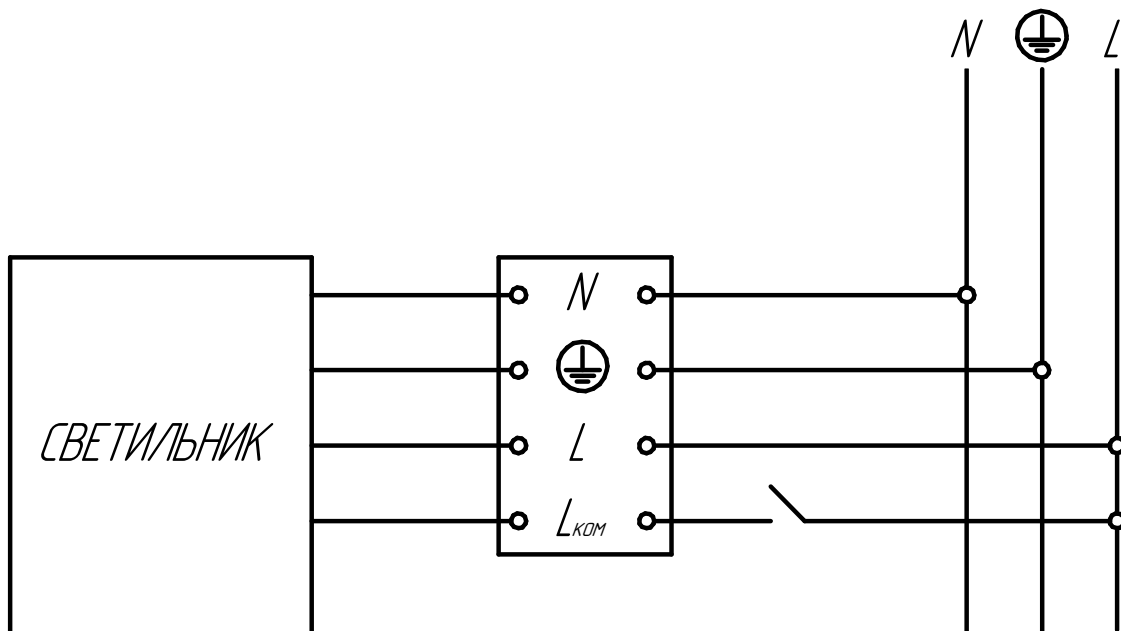

Рисунок 2 - Схема подключения светильника с БАП
5.4 Подключите светильник к электрической сети согласно схеме, приведённой на рис. 2.